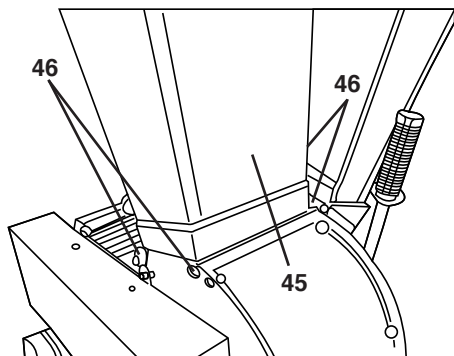

Figure 38
- Reposer maintenant la trémie supérieure (45) sur la déchiqueteuse. S'assurer que la tige filetée entre dans la fixation du commutateur de sécurité, resserrer les 4 vis de fixation (46) (SW 15) (voir « Figure 38 »).